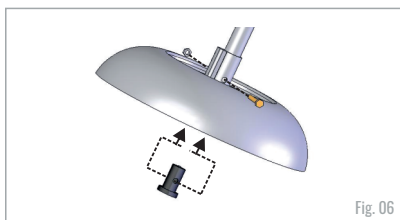

Fig. 06
9º - Em seguida insira o eixo do motor juntamente com a bucha do eixo (13) na haste (02), alinhando os furos. Conforme fig. 06;
10º - Desça o prato superior (06), alinhando os furos do prato superior (06), com os furos do eixo e da bucha (13), de maneira que o parafuso (23) passe pelos furos alinhados e que os fios passem pelo alojamento no prato superior (06). Conforme fig. 06;